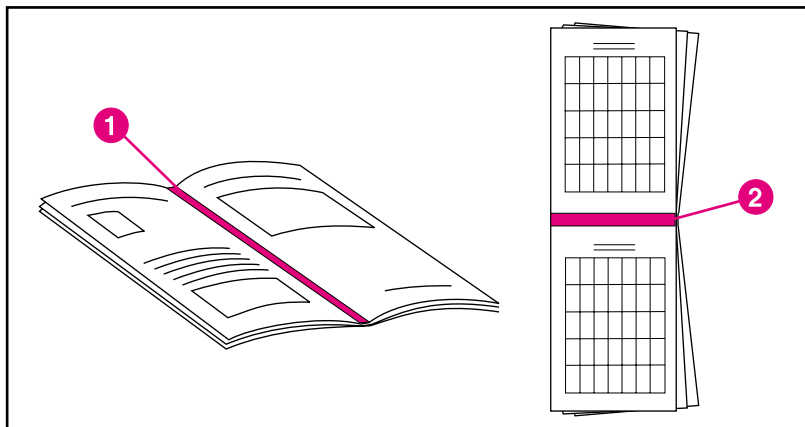

図 3-4
- 6 [値] キーを押して、<ロング イツ> または <ショート イツ> のいずれかを選びます。綴じ方 (図 3-4 を参照)
- **ロングエッジ綴じ込み**は、従来の製本に使用されるレイアウトです（図 3-4 で 1 を参照してください）。
- **ショートエッジ綴じ込み**は、カレンダーなどによく使われる形態です（図 3-4 で 2 を参照してください）。